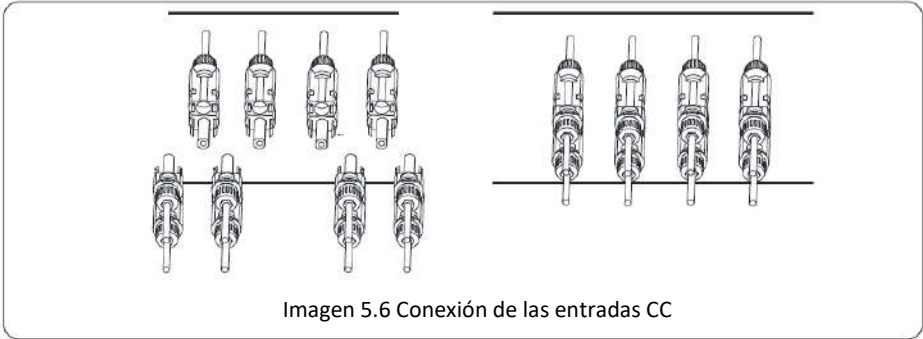

Imagen 5.6 Conexión de las entradas CC
- d) Finalmente inserte el conector CC en las entradas positivas y negativas del inversor, como se muestra en la imagen 5.6